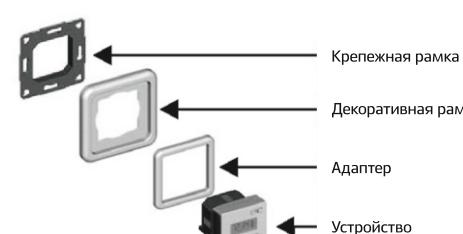

Рис. 5 — Установка устройства
- 2) последовательно пропеть провода со съемным клеммным соединителем сквозь крепежную, декоративную рамки и адаптер (рис. 5);